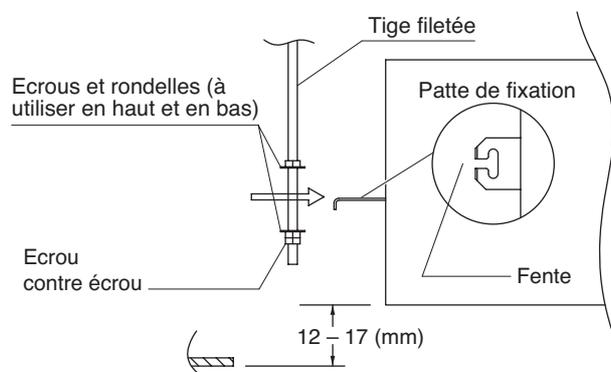

Fig. 3-5
- (3) Passez les 3 écrous hexagonaux et les 2 rondelles (fourniture chantier) sur chacune des 4 tiges filetées comme illustré sur la figure 3-5. Utilisez 1 écrou et 1 rondelle pour la partie supérieure et 2 écrous et 1 rondelle pour la partie inférieure afin que l'unité ne se décroche pas des pattes de fixation.
- (4) Procédez au réglage de manière à ce que la distance entre l'unité et la partie inférieure du plafond soit comprise entre 12 et 17 mm. Serrez les écrous sur les parties supérieure et inférieure de la patte de fixation.
- (5) Retirez le polyéthylène qui protège les pièces du ventilateur pendant le transport.